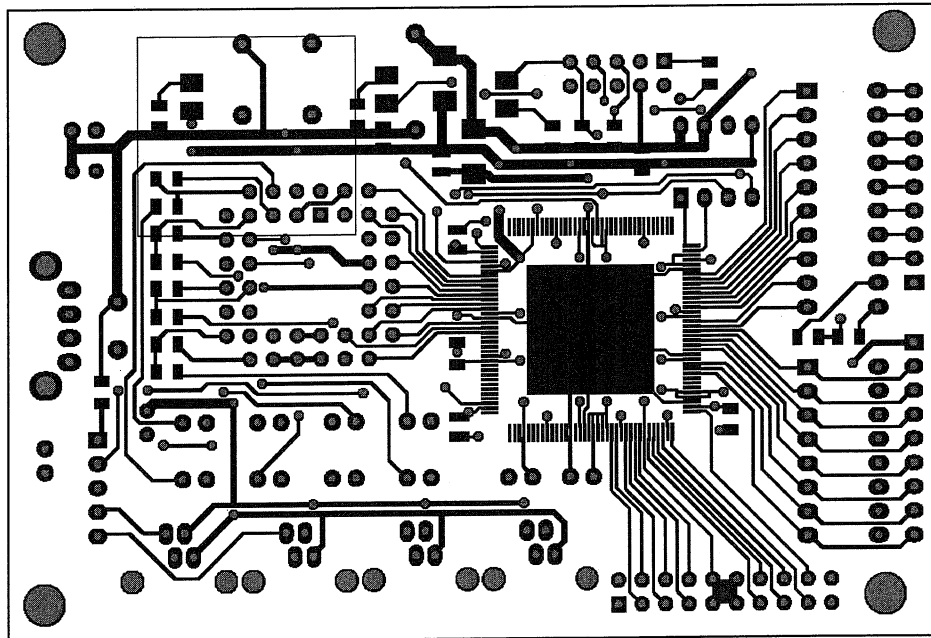

图 3-28 续雕刻、区域雕刻
(1) 续雕区域中可以设置断点续雕和区域雕刻功能
- 选中区域雕刻，再点击区域选择钮，如下图 3-28 所示：